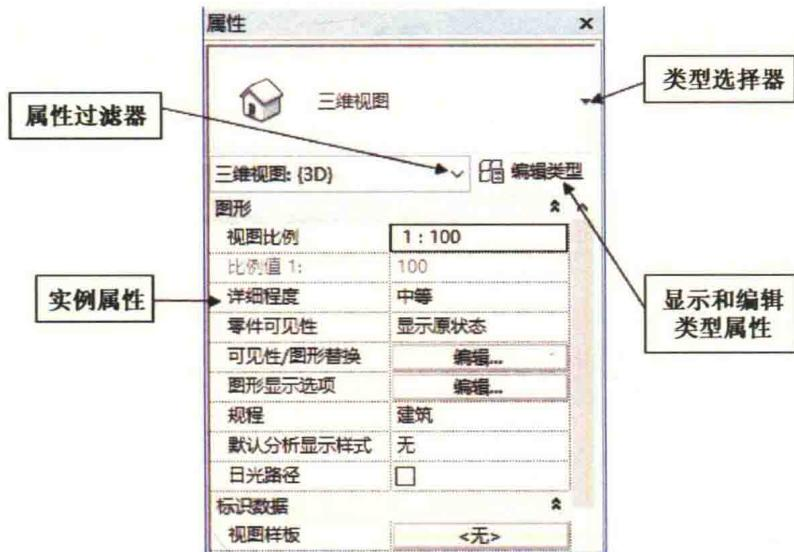

图 0-7
(7) 属性对话框: Revit 默认将“属性”对话框显示在界面左侧。通过“属性”对话框, 可以查看和修改用来定义图元属性的参数, 如图 0-7 所示。
② **属性过滤器**: 用来标识所选多个图元的类别和数量。
③ **实例属性**: 标识项目当前视图属性, 或标识所选图元的实例参数, 可以修改实例属性。
④ **显示类型属性**: 选择图元之后, 单击“编辑类型”按钮(图 0-7), 系统弹出“类型属性”